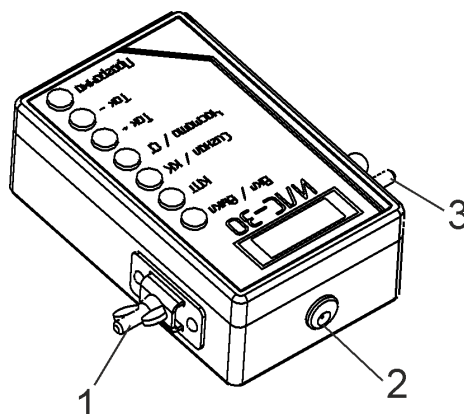

Рис. 10 Зажимы для подключения шлейфа и разъем для зарядного устройства
1.5.2.7 Провод переносного шлейфа подключается к зажимам 1 и 3 (Рис.10) генератора сигналов;
1.5.8.2 Для этого следует подключить зарядное устройство к сети переменного тока 220В 50Гц и к разъему 2 (Рис. 10) на корпусе генератора сигналов.